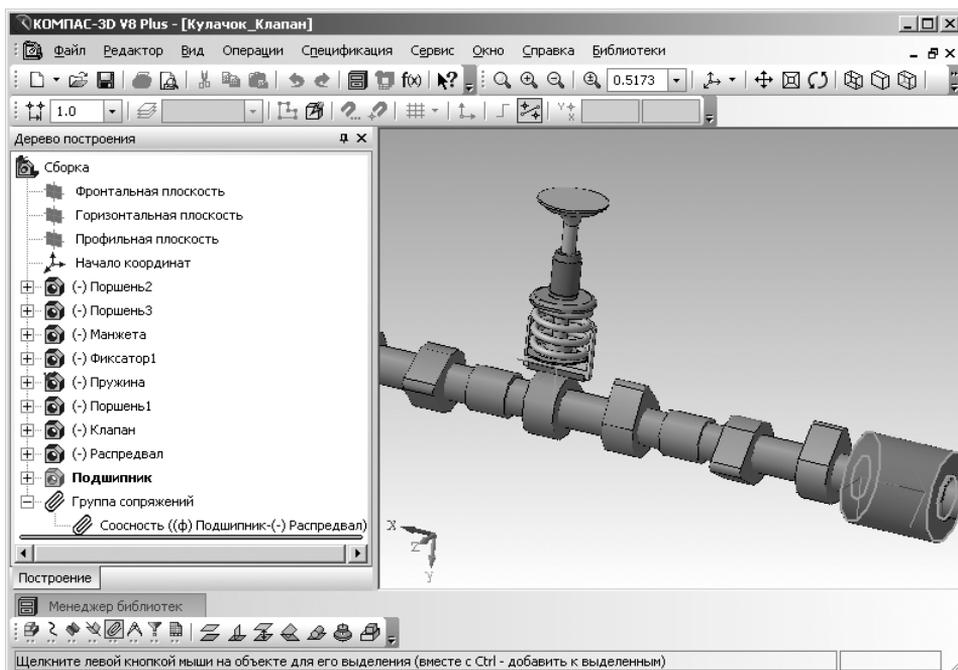

Рис. 2.1. Окно системы КОМПАС-3D V8 Plus с открытым файлом **Кулачок_Клапан** и выделенным элементом сборки – **Подшипник**
- щелкните в **Дереве построения** по знаку  перед компонентой **Группа сопряжений**. Появятся созданные сопряжения в сборке, см. рис. 2.1.
- щелкните в окне **Дерево построения** по элементу сборки, который необходимо зафиксировать. Выберем в качестве такого элемента сборки подшипник. Он выделится как в окне **Дерево построения**, так и в окне **Модель** (см. на правом конце распределительного вала, рис. 2.1);